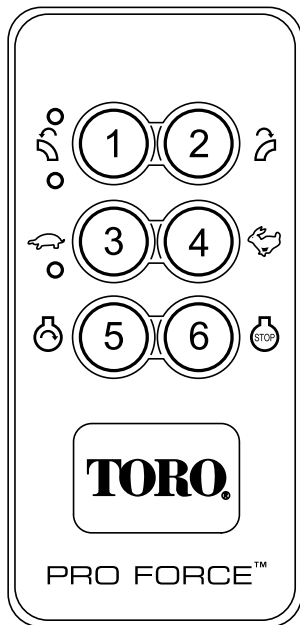

Bild 10
4. Der Motorstart wird nur aktiviert, wenn Sie die Starttaste drücken und der Motor im Startmodus ist. Der Motor kann nur gestartet werden, wenn die folgenden den Motorstart aktivierenden Schritte ausgeführt wurden (Bild 10).